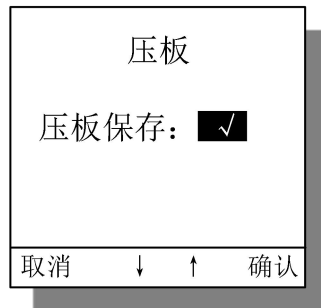

图 24 压板修改保存界面
- 3) 保存压板修改操作。压板修改支持一次修改多个保护软压板后统一保存，操作就是重复2)步骤。修改完保护软压板后，在具体保护软压板界面，按[↻]键退到压板保存界面。用户操作[+]或[-]键选定是否保存，[√]表示保存操作状态，[×]表示操作无效状态，按[←]键确认其选定的状态。如操作成功，且有保护软压板投退发生了变化，会有其软压板投退报文弹出。压板保存界面图见图24。